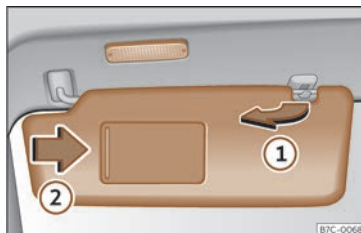

Fig. 95 Pare-soleil.
- Le pare-soleil peut être retiré du support et rabattu contre la porte»» fig. 95 ①.